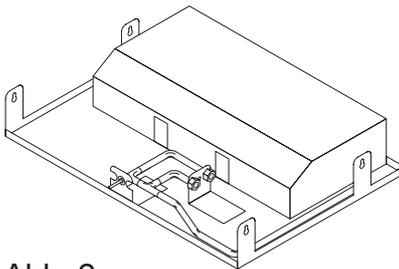

Abb. 2
- Steuerteil Abb. 2 durch den Arbeitsplattenabschnitt absenken und die Lasche in die Ansatzschrauben einhängen.